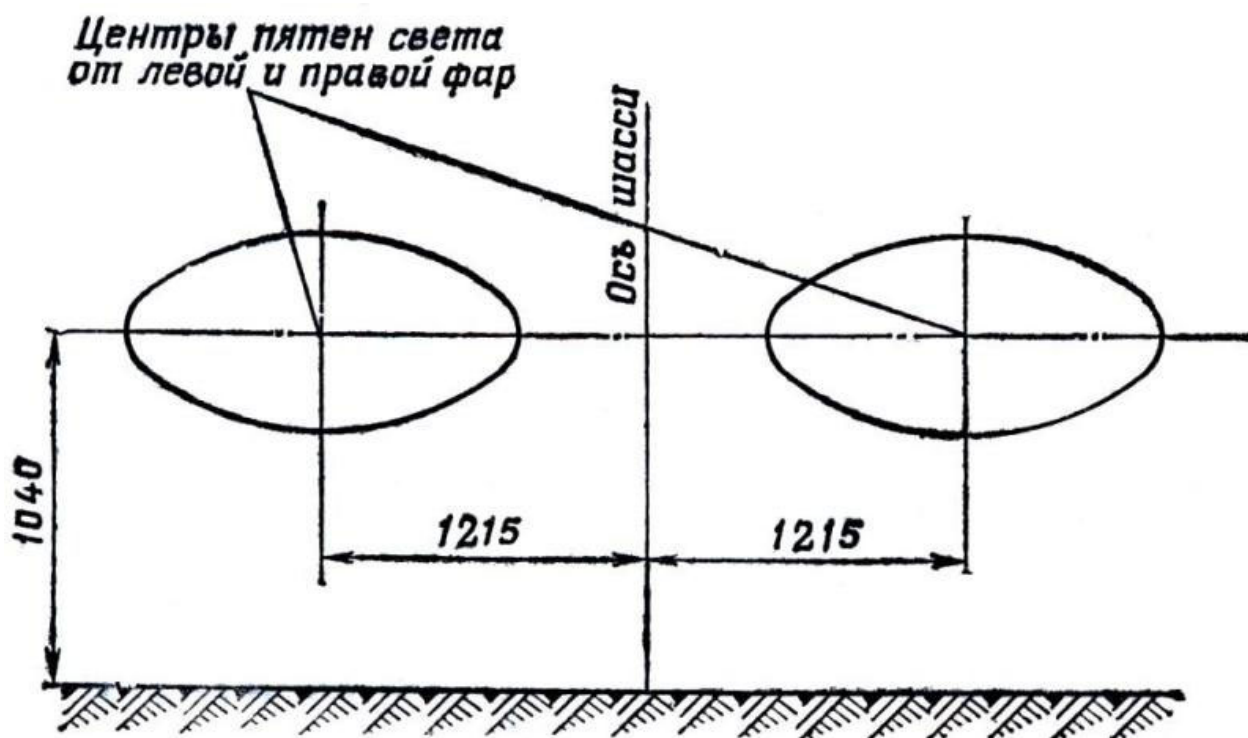

Рис. 2. Регулировка света противотуманных фар.
3. Включить противотуманные фары и установить поочерёдно центры световых пятен согласно рис. 2. При регулировке поочерёдно закрывать левую и правую фары светонепроницаемой тканью.